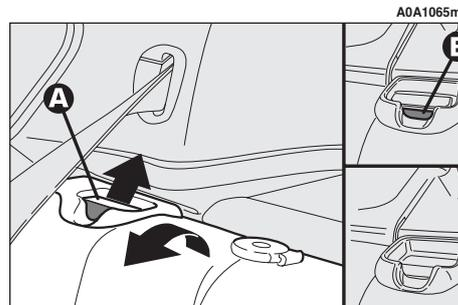
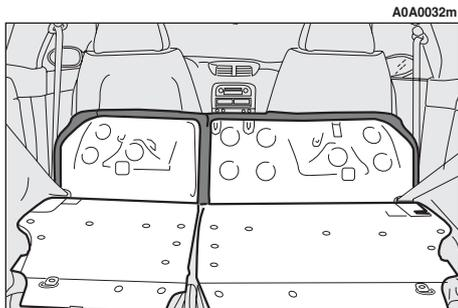

fig. 25
fig. 26
- trasversalmente tra gli schienali dei sedili anteriori ed i cuscini ribaltati dei sedili posteriori in occasione di vano bagagli totalmente ampliato (vedere **fig. 26**).
– sollevare le leve (**A-fig. 25**) di ritegno schienali e ribaltarli in avanti, in modo da ottenere un unico piano di carico (**fig. 26**).
– sollevare la leva di ritegno schienale (**A-fig. 25**) e ribaltare quest'ultimo in avanti.
- sollevare gli schienali spingendoli indietro fino a percepire lo scatto di bloccaggio di entrambi i meccanismi di aggancio, verificando visivamente la scomparsa della “banda rossa” (**B-fig. 25**) presente sulla parte superiore delle leve. Tale “banda rossa” indica infatti il mancato aggancio dello schienale;